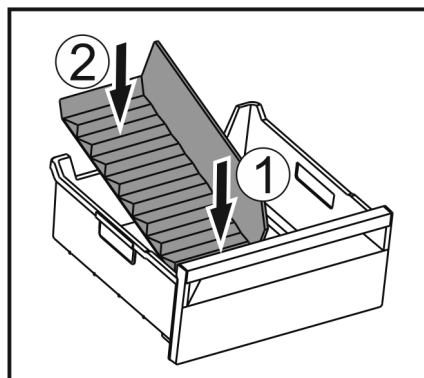

Fig. 62
- ▶ Włożyć przednią część separatora do szuflady na lód. Fig. 62 (1)
- ▶ Tylną część separatora do szuflady na lód opuścić na dno szuflady. Fig. 62 (2)